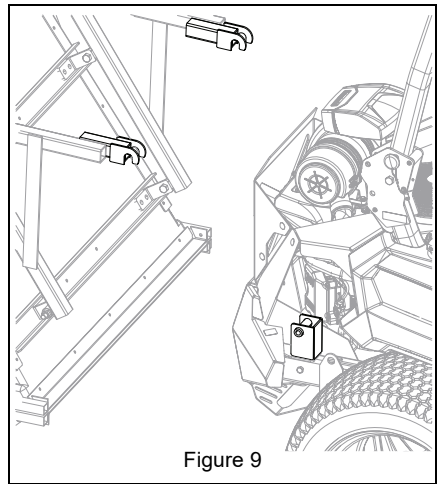

Figure 9
3. Poser l'ensemble ensacheuse au sol derrière la tondeuse. Aligner les extrémités des barres avec les support de fixation. Voir Figure 9.